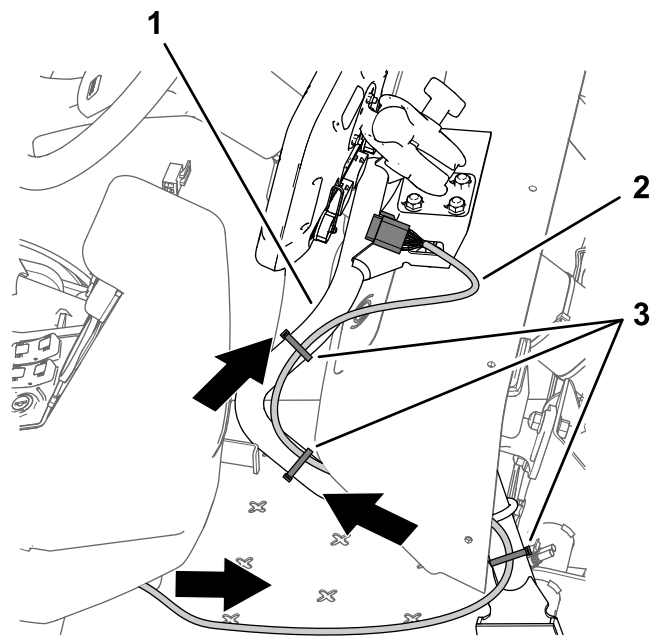

図 204
1. データ用ハーネスの 220 cm の枝線 26ソケットのついている枝線を、ダッシュパネルに導く 図 204。
2. データ用ハーネスの 220cm の枝線を、モニタ用のサポートチューブに沿って配設する 図 204。
4. データ用ハーネスの 220cm の枝線に十分なるみがあること、モニタの位置調整ができるだけの余裕があることを確認し、図 204のようにハーネスをサポートチューブにケーブルタイで固定する。